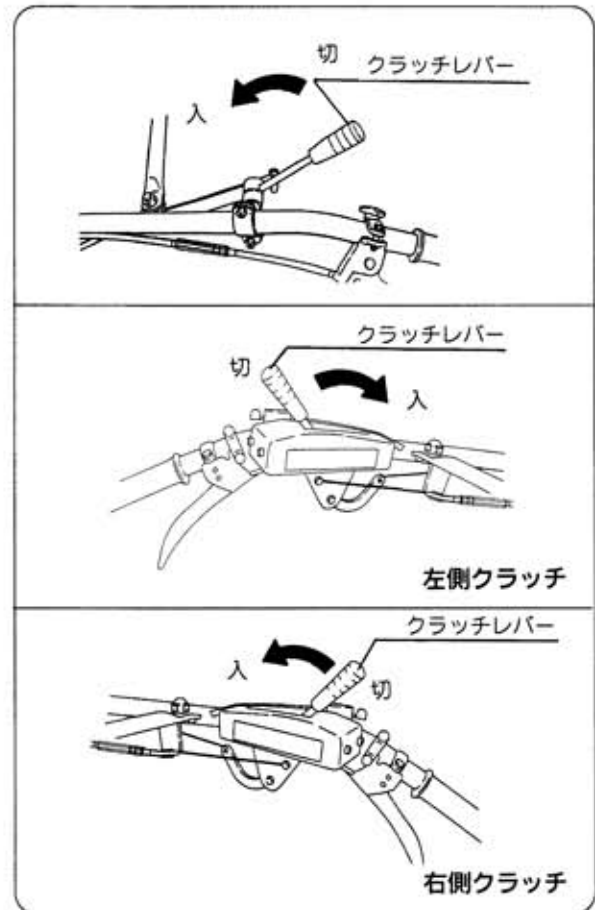

図42
- ② ロータリのクラッチレバーを「入」位置にします。(図42)